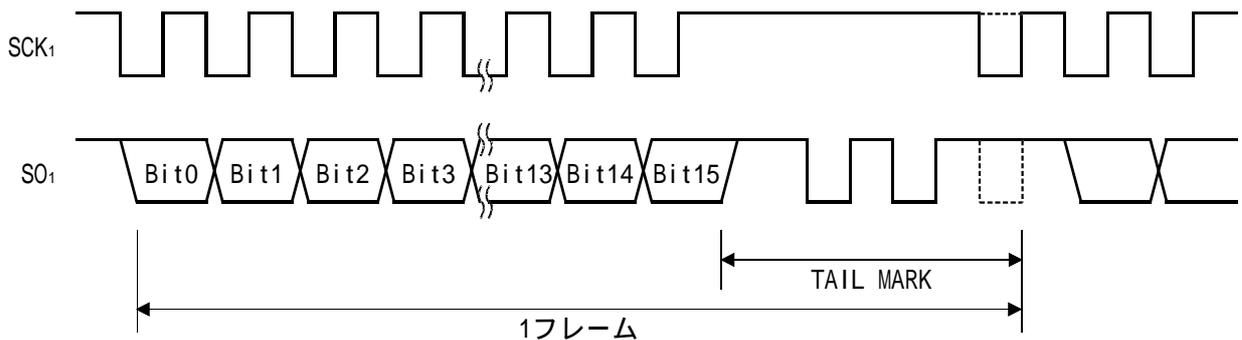

図3 転送フォーマット (SNC1="0"、SNCO="1"、MRKON="1"のとき)
- SCI1の転送フォーマットを図3に示します。データ転送は、データの最下位ビットから送信されるLSBファースト方式による転送を行ないます。8ビットまたは16ビットデータ転送後、TAIL MARKを付加します。